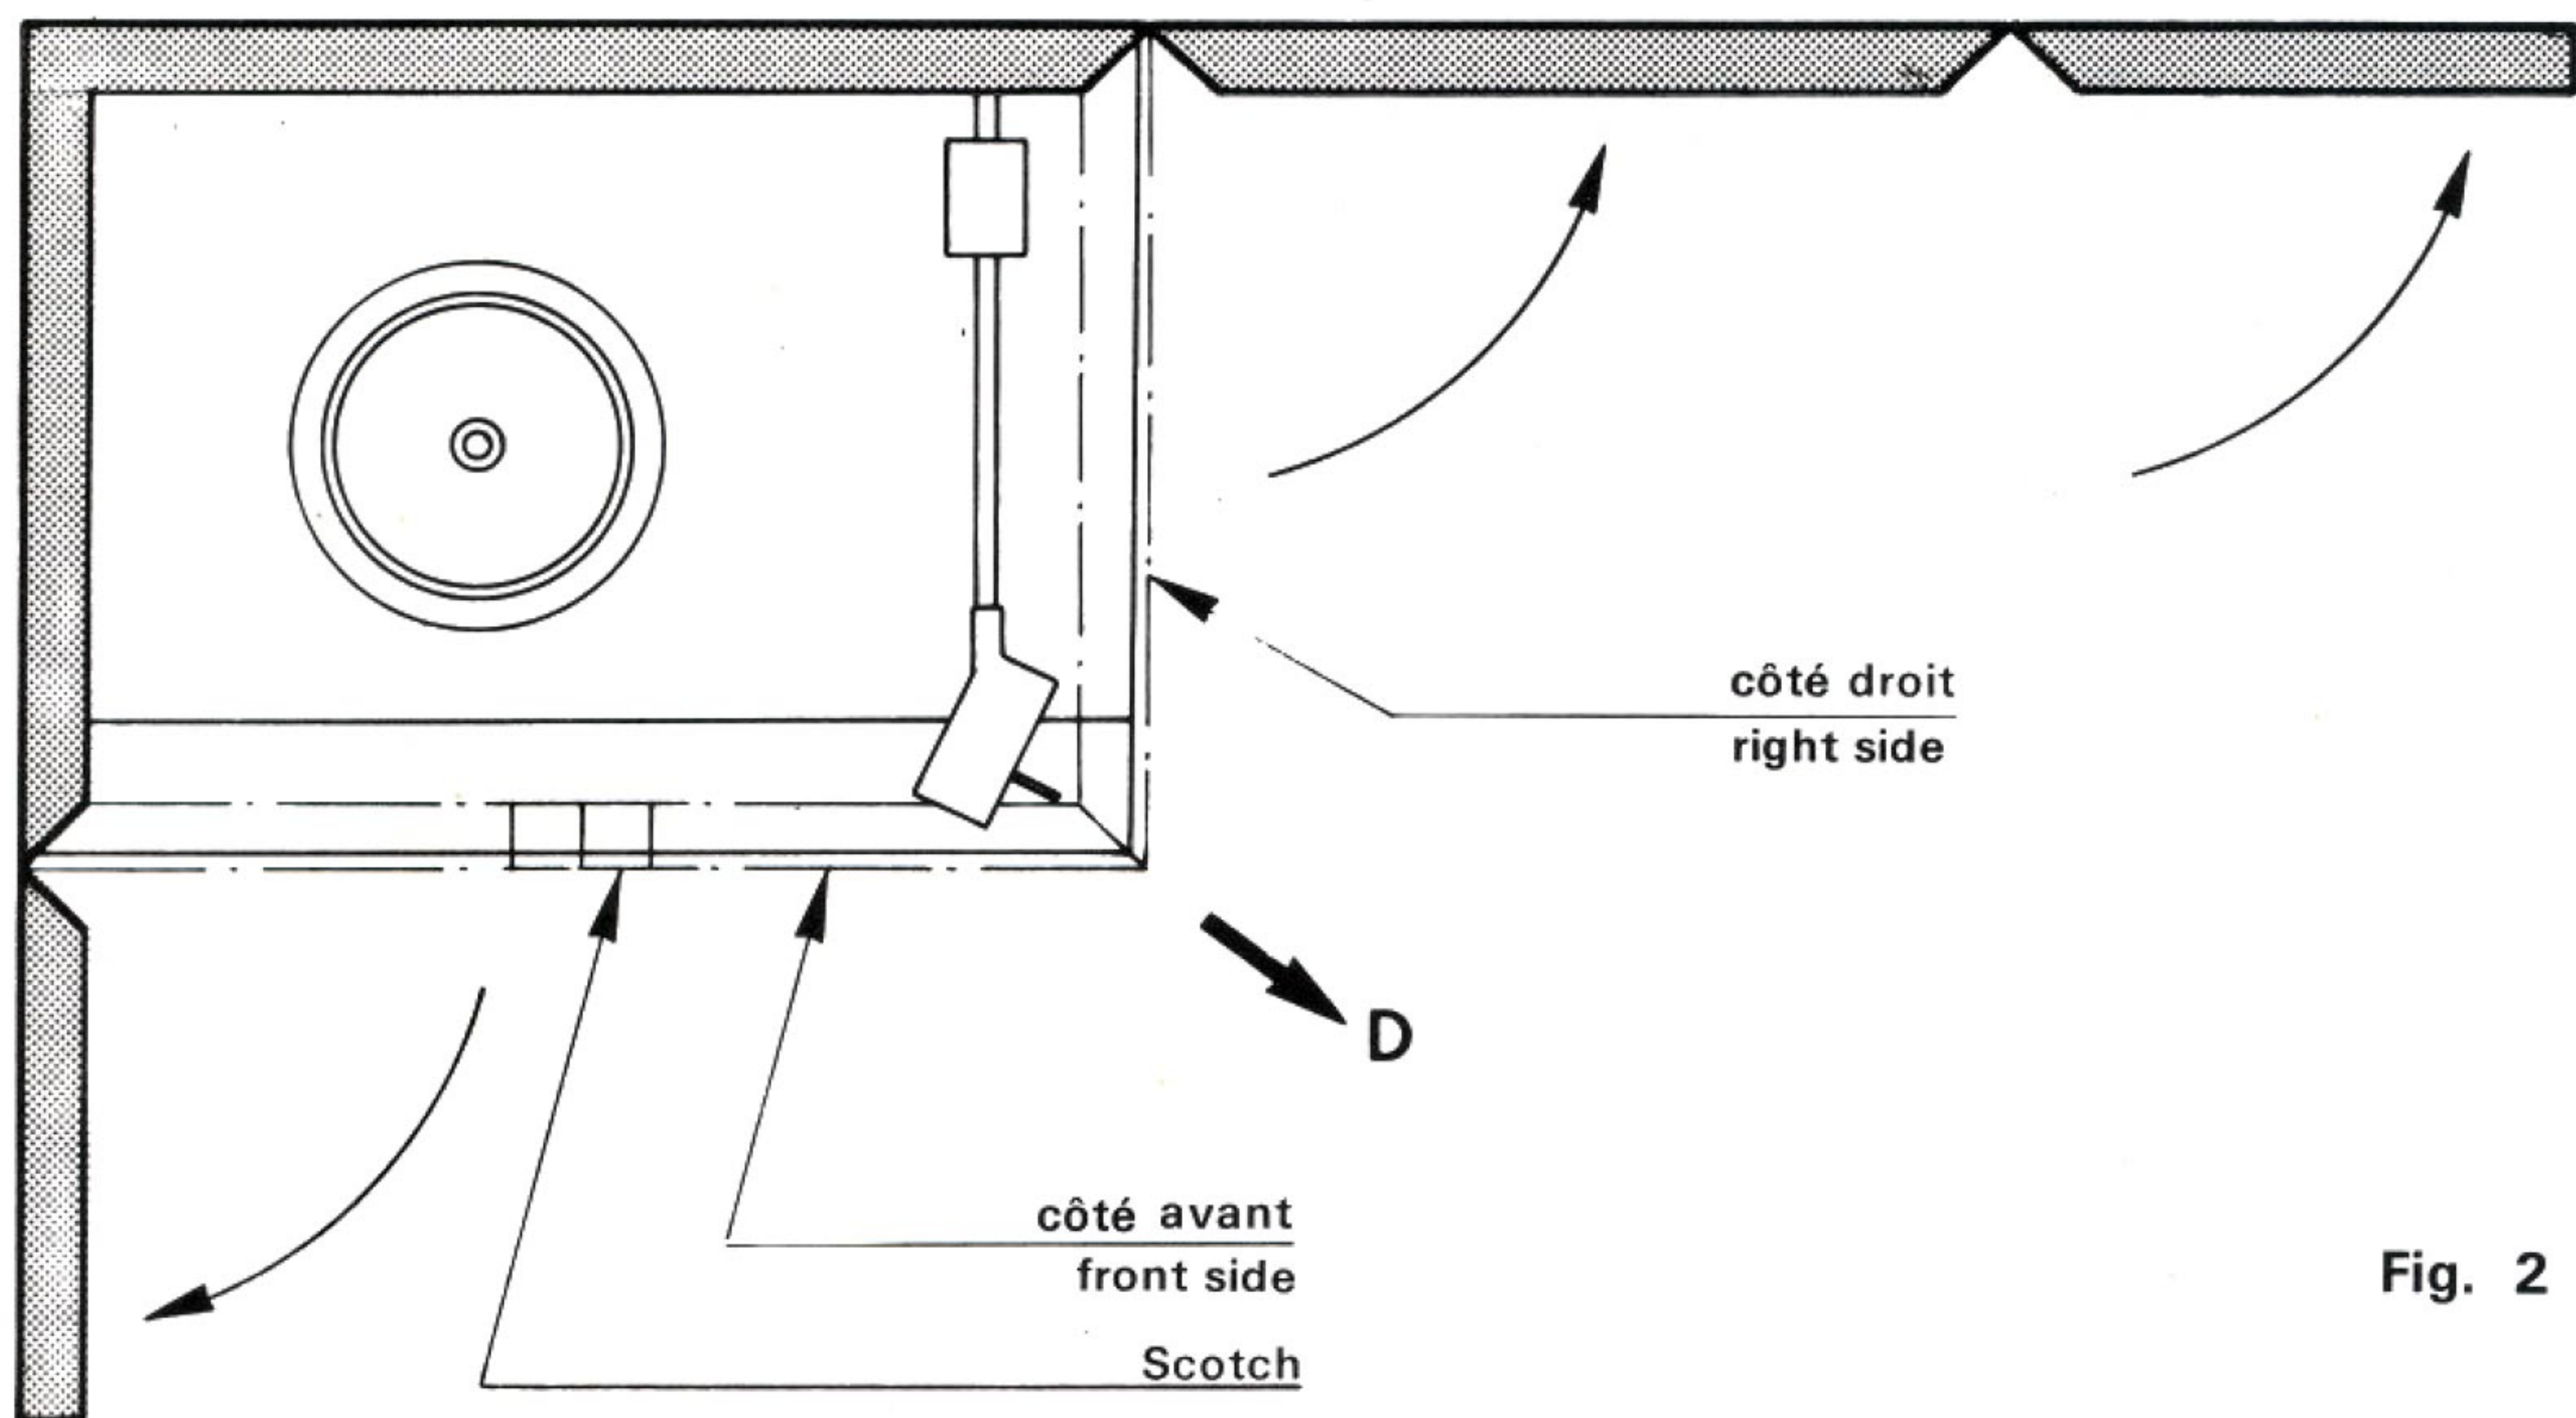

Fig. 2
- 4°/ Arrachez le scotch maintenant le calage périphérique - Ouvrez le côté Avant et le côté Droit (Fig. 2), fixez le bras sur son repose bras - Tirez la platine horizontalement suivant la flèche D, et déposez là sur son lieu d'utilisation.
- 4°/ Draw away the scotch maintaining the peripheric wedging. Open the front and right sides (Fig. 2). Fix the arm on the pick-up arm rest. Draw the turntable horizontally following the D arrow and install your turntable on its final location.